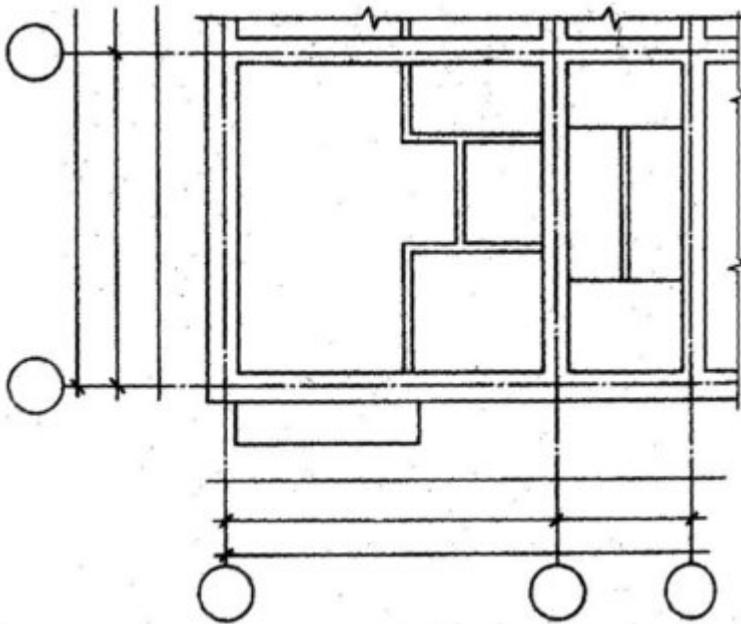

Рисунок 2 - Нанесение на плане стен здания
- 5) Вычертить контуры наружных и внутренних капитальных стен здания и колонн, если они имеются (рисунок 2) по ГОСТ 21.501-93.